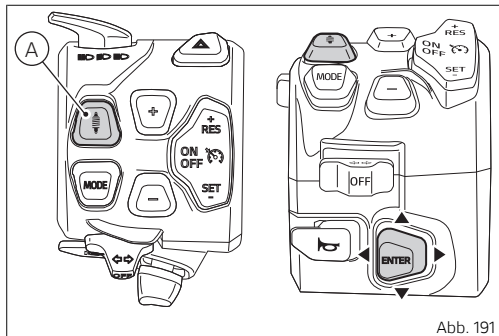

Abb. 191
Auf das Drücken der Taste (A, Abb. 191 S.210) wird die Anzeige für die Wahl der „Suspension Mode“ (B) und der entsprechenden Vorspannungsprofile (C) angezeigt. Beim Öffnen dieser Anzeige ist die Angabe der „Suspension Mode“-Profile markiert. Über den Joystick ◀ und ▶ kann jetzt die Markierung auf eines der beiden Profiltypen gesetzt werden.
- Zum Aktivieren der spezifischen Anzeige die Taste (A, Abb. 191 S.210) drücken.
- Mit dem Joystick ▲ ▼ kann auf die Angabe des gewünschten Suspension Mode-Profils (B) gescrollt und so gewählt werden:
- Über den Joystick ► die Markierung auf die Vorspannungsprofile (C) setzen.